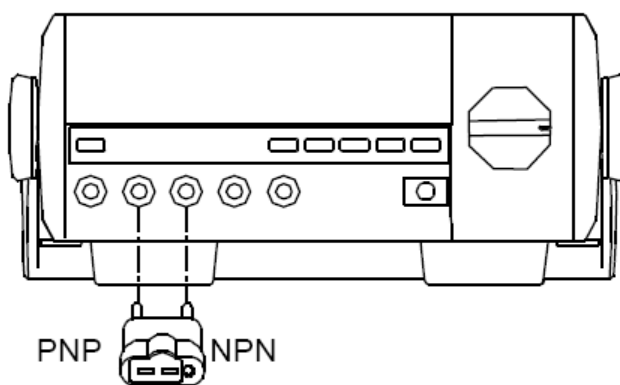

Fig. 11. Masurare tranzistor
I. MASURARE TRANZISTOR (VEZI FIG. 11)
Pentru a msaura tranzistorii conectati aparatul de masura ca si in fig. 11.